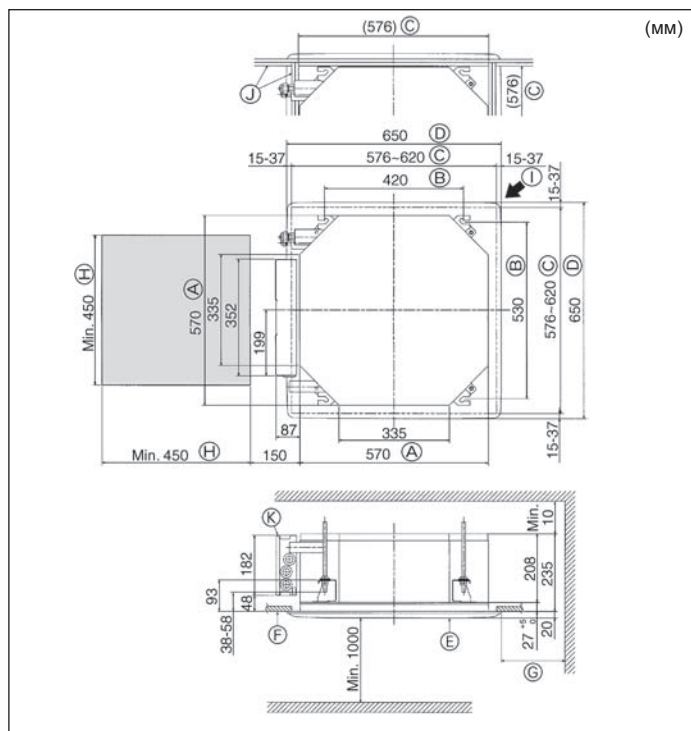

Fig. 4-2
⑤	Винт с прокладкой (M5 × 25) для установки решетки	4
⑥	Соединительная муфта для дренажа	1
⑦	Изоляция	1
⑧	Шуруп крепления для Ⓣ 3,5 × 16 (черный) (для SLZ-KA-VAL3)	2
⑨	Держатель пульта дистанционного управления (для SLZ-KA-VAL3)	1
⑩	Батарейка (AAA) (для SLZ-KA-VAL3)	2
⑪	Беспроводной пульт дистанционного управления (для SLZ-KA-VAL3)	1
4.2. Расположение отверстия в потолке и навесных болтов (Fig. 4-2)